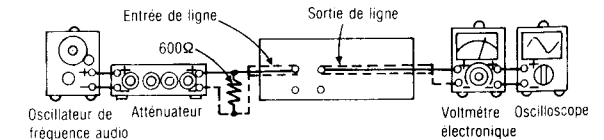

Fig. 6
1. Le raccordement de l'équipement d'essai est montré à la Fig. 6.
6. Si elle n'est pas en deçà de la normale, régler VR3 (canal de gauche) [VR4 (canal de droite)] et répéter les étapes (2), (3) et (4) jusqu'à ce que la puissance de sortie soit en deçà de la normale.